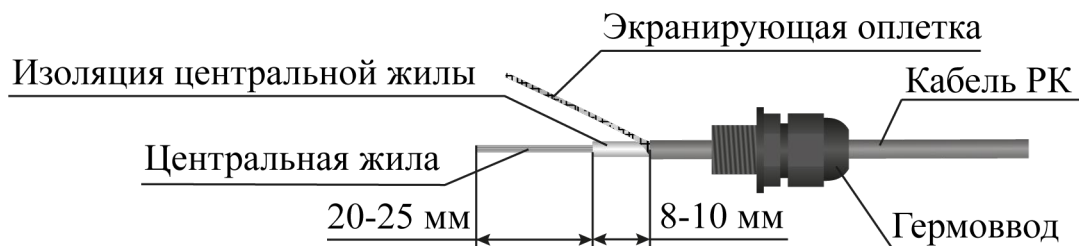

Рисунок 4.26
- на кабель РК надеть гермоввод, корпус муфты (рисунок 4.26);
- слегка затянуть накидную гайку гермоввода (рисунок 4.26);
- снять изоляцию центральной жилы, оставив 8 - 10 мм до края внешней изоляции (рисунок 4.26);
- обкусить центральную жилу, оставив 20 – 25 мм (рисунок 4.26)